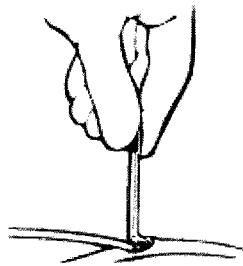

Figura 9. Utilización del elevador de vena
1. Inserte el extremo curvo del elevador de vena en la incisión de la vena y empuje despacio la extremidad del cable por debajo y hacia adentro de la vena (Figura 9). El elevador de vena facilita la introducción del cable.